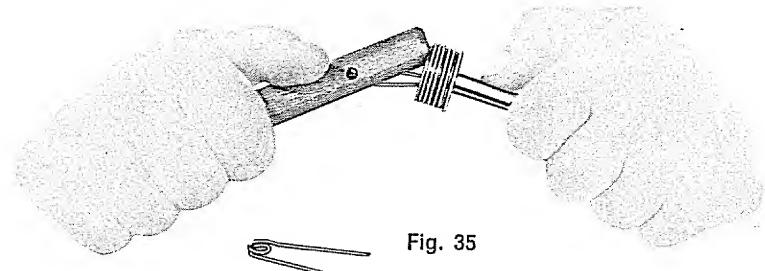

Fig. 35
- d) Afferrare con una mano il gambo del tappo serbatoio e con l'altra il bastoncino riduttore, tirare i due pezzi in senso opposto, allineandoli, finché la base del bastoncino riduttore si collochi nella svasatura del tappo serbatoio (fig. 35).
- d — grasp the magazine plug with one hand and the shaft of the magazine tube cap with the other, pull slightly to draw them up in line so as to place the plug inside the cap (fig. 35).
- d — saisir le réducteur avec une main et la tige du bouchon du tube magasin avec l'autre, tirer légèrement pour les aligner et faire entrer l'extrémité du réducteur dans le bouchon (fig. 35)